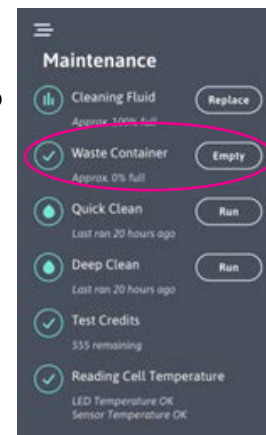

Figura 35
5. Pulse el botón «Vaciar» que aparece junto a Contenedor de residuos en el Menú de mantenimiento para reiniciar (Figura 35).